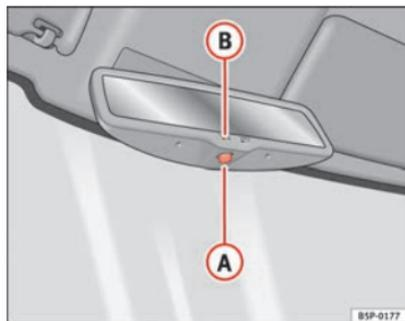

Abb. 87 Automatisch abblendbarer Innenspiegel
- Drücken Sie die Taste **A** ⇒ Abb. 87. Die Kontrollleuchte **B** erlischt.
- Drücken Sie die Taste **A** ⇒ Abb. 87. Die Kontrollleuchte leuchtet auf.